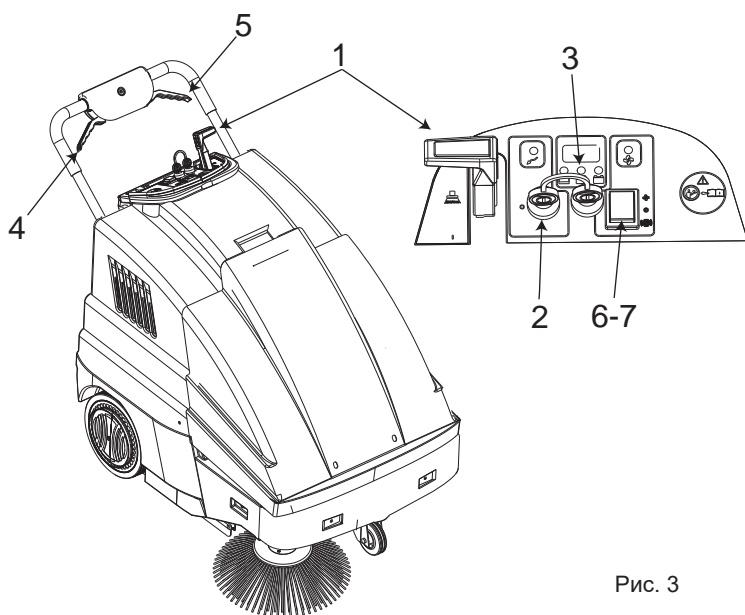

Рис. 3
- Установите рычаг подъема щетки (поз. 1, рис. 3) в положение «0».
- Установите переключатель с ключом (поз. 2 рис. 3) в положение «I».
- Повернув ключ, подождите примерно 10 секунд, пока машина не начнет работать. Перед началом работы проверьте по индикатору (поз. 3, рис. 3), что аккумулятор полностью заряжен, в противном случае зарядите аккумулятор.
- Включите всасывание, переводением переключателя (поз. 7 рис. 3) в положение «I».
ПРИМЕЧАНИЕ При перемещении машины выключите всасывание; для этого переведите переключатель (поз. 7 рис. 3) в положение «0».
- Нажмите на рычаг тяги (поз. 4 рис. 3) и приступите к очистке. При необходимости, для установки боковой щетки, переведите рычаг боковой щетки (поз. 1 рис. 3) в положение «I». По завершении работы, если боковая щетка использовалась, переведите рычаг боковой щетки в положение «0», выключите машину и выньте ключи из панели управления.
Срок службы аккумулятора зависит от текущего технического обслуживания и уровня разряда. Не допускайте снижения заряда аккумулятора ниже предела, указанного индикаторами (поз. 3, рис. 3).